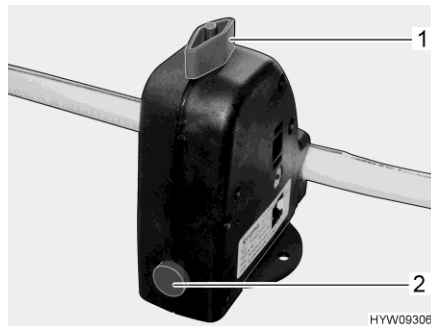

Fig. 125 Valve de sécurité et de vidange (Truma)
- Fermer la valve de sécurité et de vidange (Truma). Tourner pour cela le bouton rotatif (Fig. 125,1) dans le sens transversal par rapport à la valve de sécurité et de vidange et enfoncer le bouton-poussoir (Fig. 125,3).